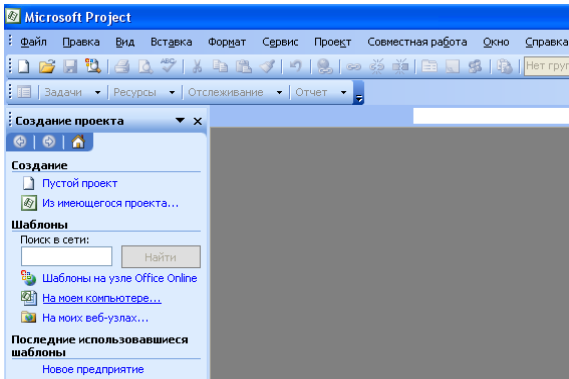

Рис. 97. Створення проекту
5.3. В області задач *New project (Создание проекта)* в розділі *Templates (Шаблоны)* натиснути на *On my computer (На моем компьютере)* (рис. 97):